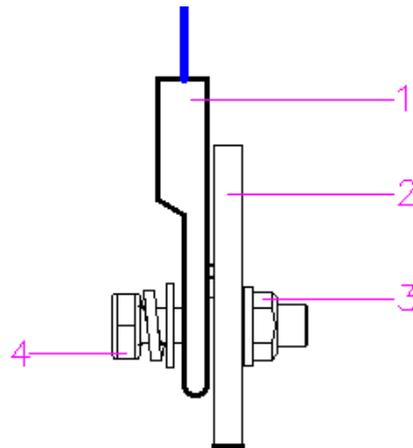

Abb. 4-8. Schematische Darstellung des Anschlusses der Stromkabel.
Der genaue Anschluss der Stromkabel mit den Kombischrauben und den Sechskantmuttern wird in der Abb. 4-8 dargestellt. Die entsprechenden Bauteile von der Abb. 4-8 werden in der Tab. 4-3 zusammengefasst.
Nummer der Bauteile in Abb. 4-8	Beschreibung
- *Anmerkung: Die andere Seite dieses Bauteils wurde in der Abb. 4-8 nicht dargestellt, die im System schon vorinstalliert wurde.